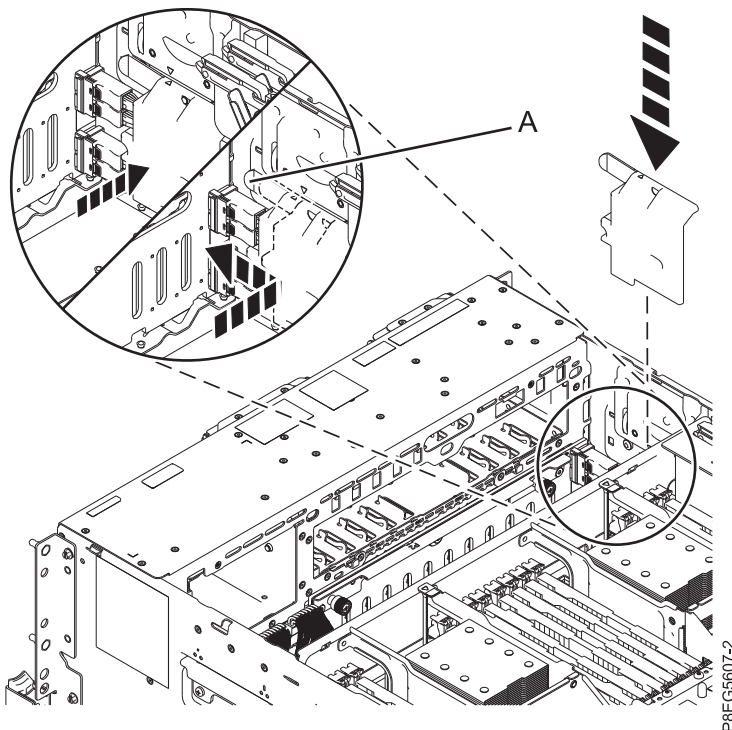

図 20. SAS ケーブル・カバーの再取り付け
7. SAS ケーブル・カバーを再取り付けします。カバー・スロットをシャーシの側面にあるピンの上に置きます。カバーのスロットとピンが正しく位置合わせされると、SAS ケーブル・カバー上の三角形の記号がシャーシの側面にある三角形の記号とぴったり合います。ハンドル **(A)** が所定の位置でラッチが掛かるまで、カバーをシステム前部に向けて前方に押します。図 20 を参照してください。